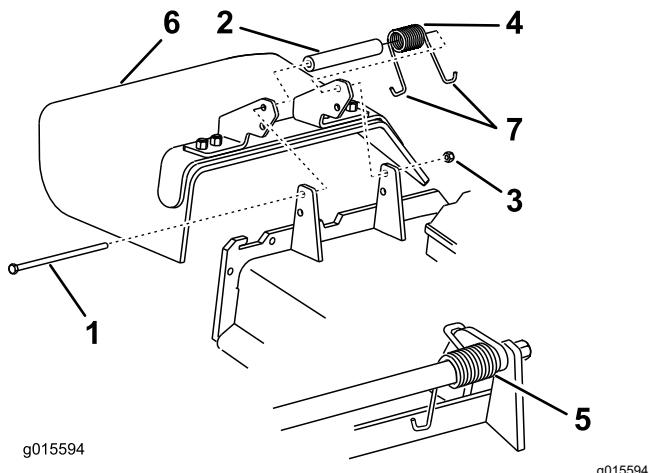

Figura 97
1. Retire la contratuerca, el perno, el muelle y el espaciador que sujetan el deflector a los soportes de pivotación (Figura 97).
Nota: Asegúrese de colocar un extremo con gancho en J del muelle detrás del reborde de la carcasa antes de instalar el perno, según se muestra en Figura 97.
6. Coloque 1 extremo en J del muelle alrededor del deflector de hierba (Figura 97).